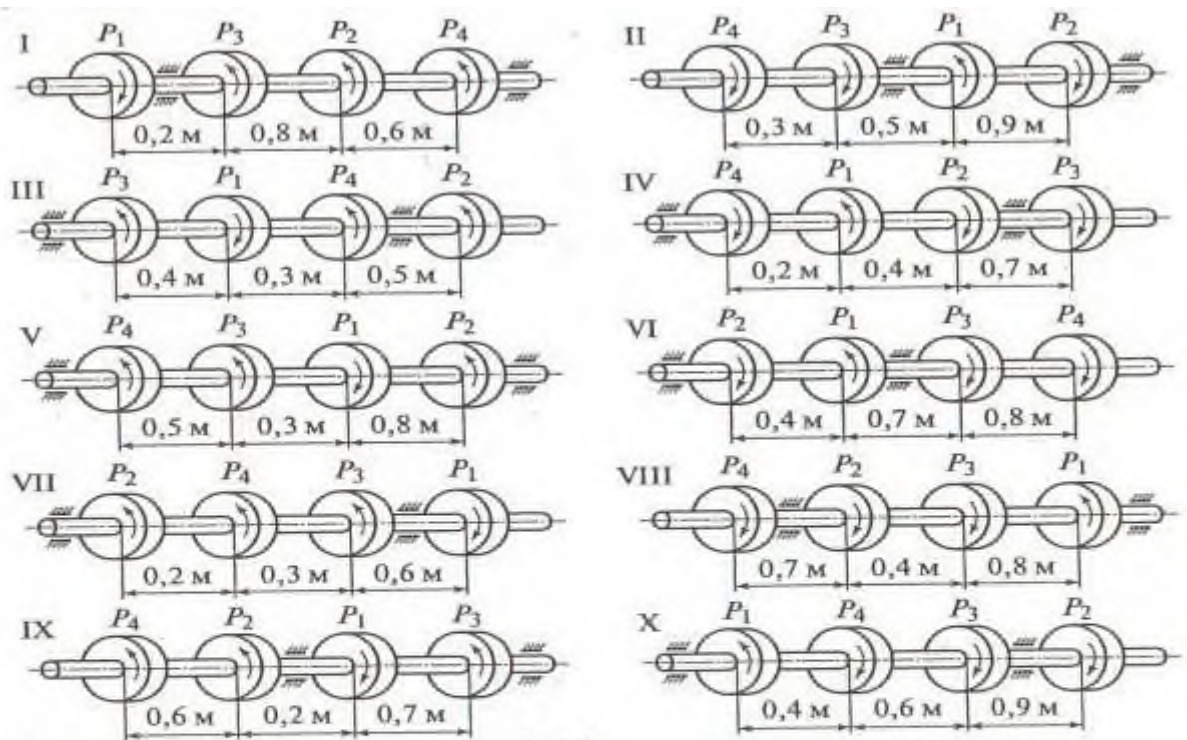

Рис. 1
2.1 Для стального вала (рис.1) построить эпюру крутящих моментов; определить диаметр вала на каждом участке и полный угол закручивания. Данные для различных вариантов указаны в табл. 1.